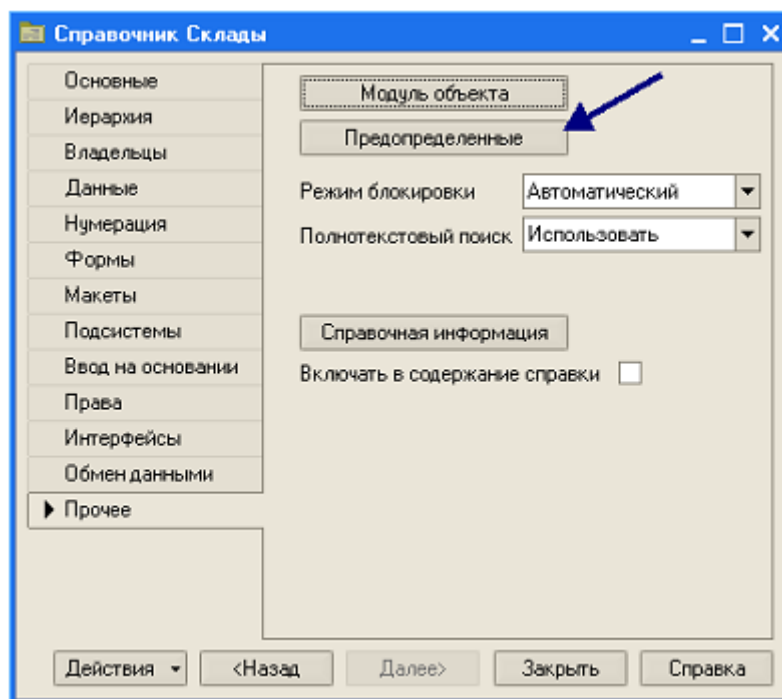

Рис. 35
- перейдите на закладку (рис. 35) *Прочее* и щелкните на кнопке *Предопределенные*;